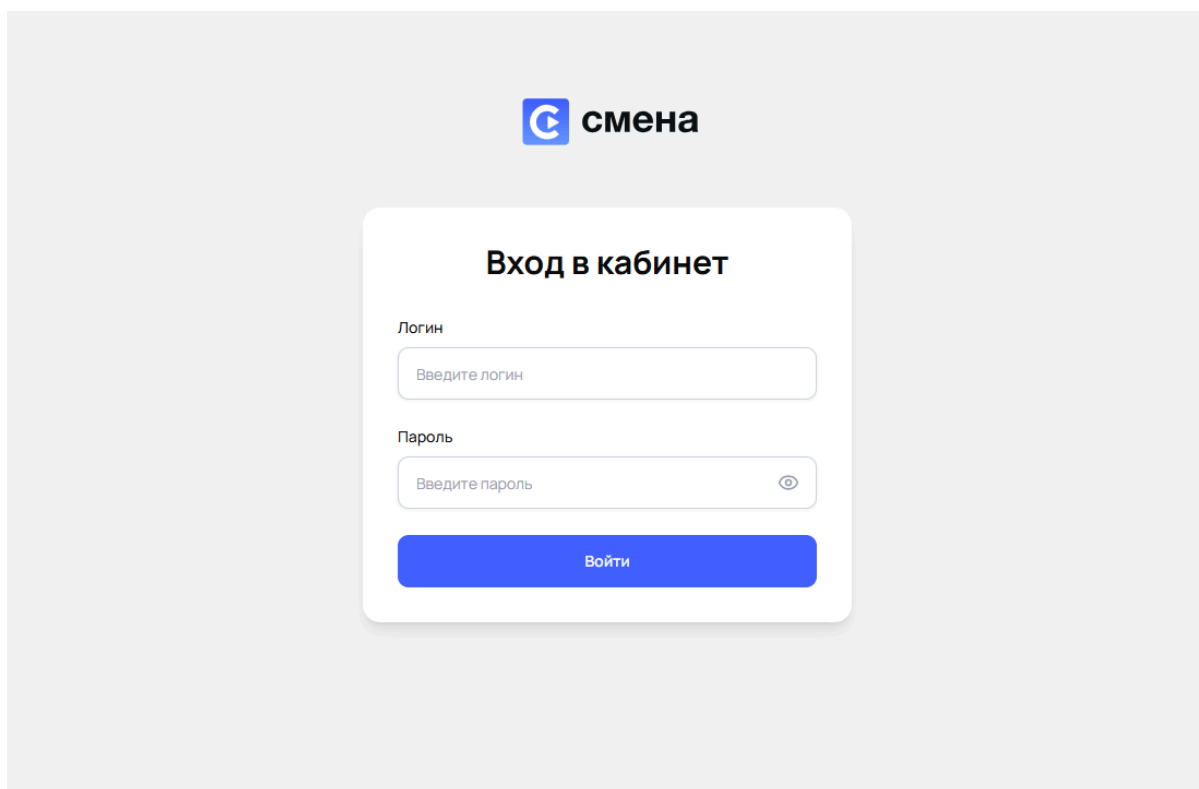

Рисунок 2 - Экран авторизации веб-приложения
2. Введите логин и пароль, затем нажмите «Войти». (Рисунок 2)